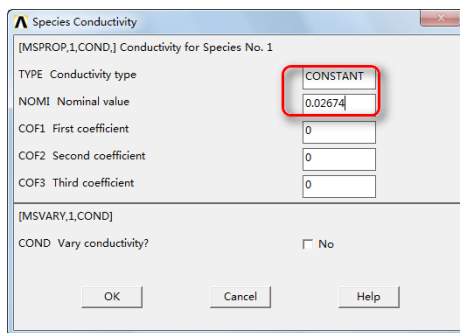

图 10-86 “Species Conductivity” 对话框
⑰单击“OK”按钮会弹出“Species Conductivity”对话框，如图 10-86 所示，在“TYPE
③⑥单击“OK”按钮会弹出“Species Conductivity”对话框,如图 10-86 所示,在“TYPE Conductivity type”输入框输入 CONSTANT,在“NOMI Nominal value”输入框输入 0.02598。
⑤0 单击“OK”按钮会弹出“Species Conductivity”对话框，如图 10-86 所示，在“TYPE Conductivity type”输入框输入 CONSTANT，在“NOMI Nominal value”输入框输入 0.1815。